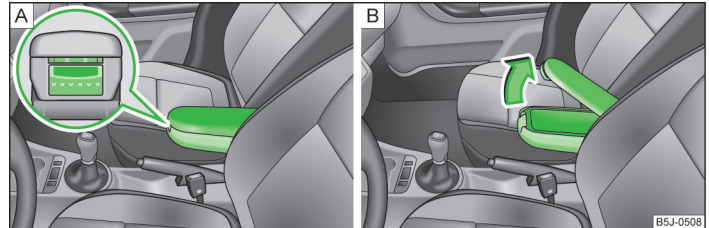

Abb. 74 Armlehne: Ablagefach / Ablagefach öffnen
- Die untere Taste an der Stirnseite der Armlehne drücken » Abb. 74 - .
- Die obere Taste drücken und den Deckel des Ablagefachs nach oben klappen » Abb. 74 - .